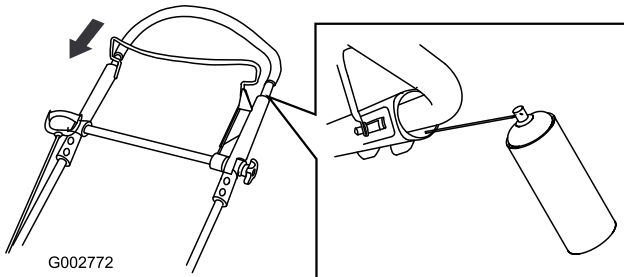

Bild 35
2. Drücken Sie den oberen Bügel ganz nach unten und sprühen Sie die innere Kunststoffoberfläche des äußeren Bügels ein (Bild 35).